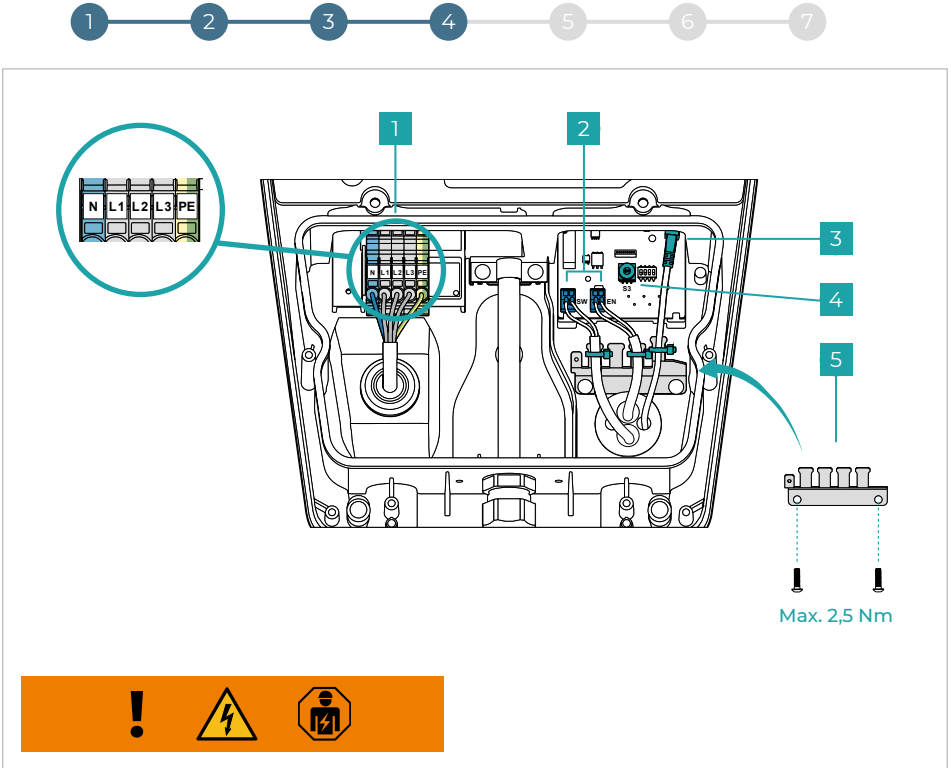
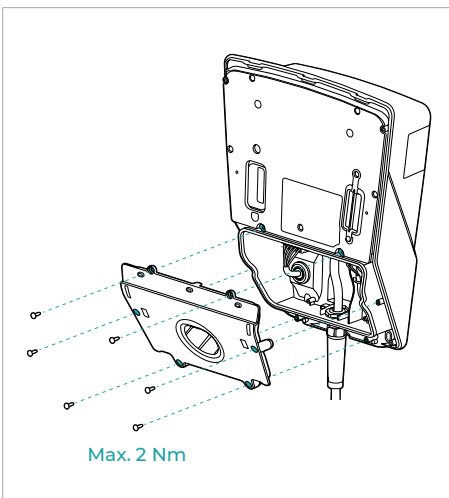

Fig. 6
Fig. 7
Som tillval kan en extern spärranordning (t.ex. nyckelbrytare) anslutas till det interna gränssnittet (**fig. 6 - nr 2 - EN-gränssnitt**).
- Förbered nätmatningsledningen (\varnothing 10-20 mm/ max. 5*6 mm²) och anslut den som i **fig. 6 - nr 1**. I figuren visas nätanslutningen med tre faser. För att ansluta laddningssystemet via en fas i nätet ska N, L1 och PE användas.
- Konfigurera max. laddningsström till mellan 6 A och 16 A med hjälp av vridbrytaren S3 som i **fig. 6 - nr 4**. 0 = 6 A (förinställning), 1 = 8 A, 2 = 10 A, 3 = 12 A, 4 = 14 A, 5 - 9 = 16 A
- Tillval: Förbered dataledningarna (digital ingång (EN)/utgång (SW) och LAN) och anslut dem som i **fig. 6 - nr 2 & 3**. Ta bort kabelbryggan om en extern spärranordning ska anslutas via den digitala ingången.
Montera dragavlastningen som i **fig. 6 - nr 5** och fixera dataledningarna med buntband. Montera den nedre kåpan på laddningssystemet som i **fig. 7**.
Laddningssystemet kan skyddas mot obehörig användning med hjälp av en extern spärranordning (t.ex. nyckelbrytare). När laddning försöker aktiveras, kontrollerar systemet om det finns en extern spärr. Använd datagränssnittet EN som visas i fig. 6 - nr 2.